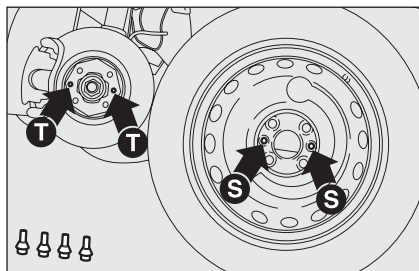

fig. 7
- monter la roue compacte en faisant coïncider les trous **S-fig. 7** avec les pions de centrage correspondants **T**;
- monter la roue normale en faisant coïncider les trous **S-fig. 7** avec les pions de centrage correspondants **T**;